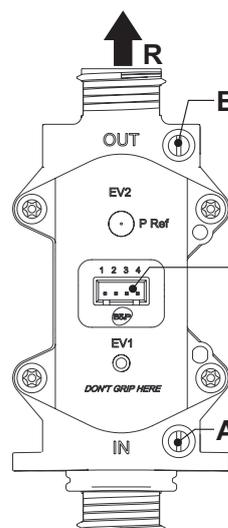

fig. 10 - Vanne à gaz
- appuyer 20 secondes sur la touche fig. 10/on/off (rep. 7 -) : l'afficheur visualise "b01" clignotant.
- Appuyer 20 secondes sur la touche fig. 10/on/off (rep. 7 -) .